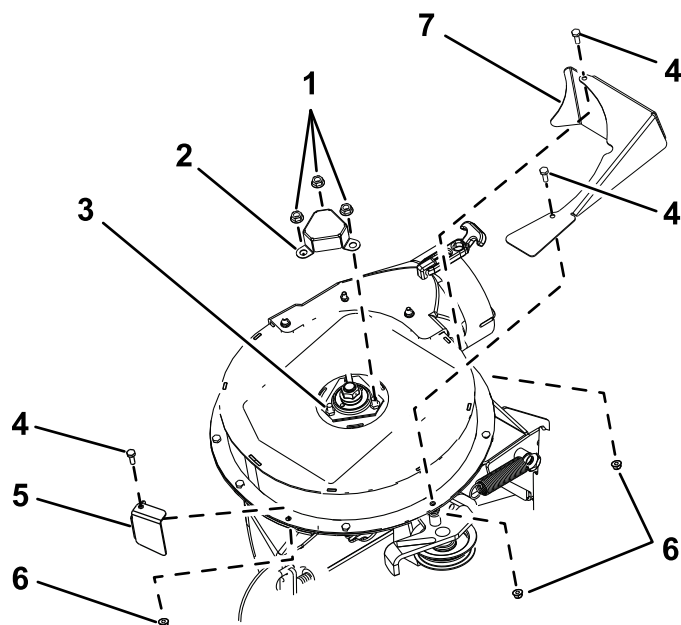

Figure 7
- Alignez le carter d'arbre CE sur les 3 boulons et les 3 écrous qui sécurisent le boîtier du palier supérieur (Figure 7).
de Retrait du carter d'arbre OEM et du matériel (page 4) ; reportez-vous à la (Figure 7).
- Alignez le carter avant CE sur le boîtier de ventilateur supérieur (Figure 7).
- Sécurisez le carter avant CE contre le boîtier de ventilateur supérieur avec un boulon à tête hexagonale (1/4 x 3/4 po) et un écrou de blocage (1/4 po) que vous aviez retiré à l'étape 3 de Retrait du carter d'arbre OEM et du matériel (page 4) ; reportez-vous à la (Figure 7).
- Alignez le carter de tendeur CE contre le boîtier de ventilateur supérieur (Figure 7).
- Sécurisez le carter de tendeur CE contre le boîtier de ventilateur supérieur avec deux boulons à tête hexagonale (1/4 x 3/4 po) et deux écrous de blocage (1/4 po) que vous aviez retiré à l'étape CE 3 de Retrait du carter d'arbre OEM et du matériel (page 4) ; reportez-vous à la (Figure 7).